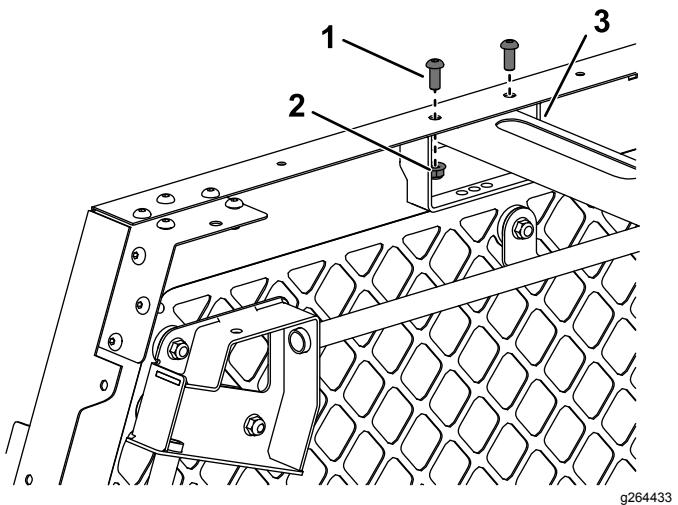

図13
- ポートマウントの各サイドを取り付けるボタンヘッドねじ $5/16 \times \frac{3}{4}$ "2本とフランジナット $5/16$ "2個を使用する図13を参照。